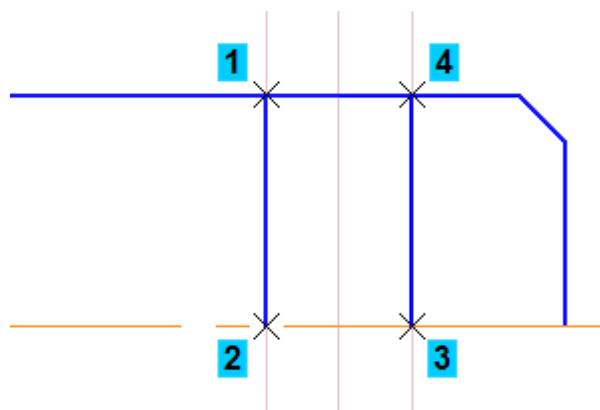

Рисунок 13
- Постройте отрезки 1–2 и 3–4. Удалите вспомогательные прямые (рис.13).